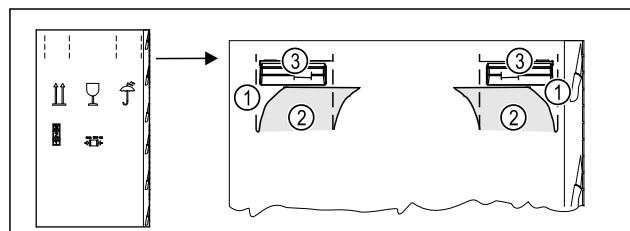

Fig. 5
- Comprimere il cartone di imballaggio in alto sulla perforazione Fig. 5 (1).
- Estrarre le linguette compresse Fig. 5 (2).
- La maniglia di trasporto Fig. 5 (3) a destra e a sinistra è visibile.
- Tenere l'apparecchio dalle maniglie di trasporto Fig. 5 (3).